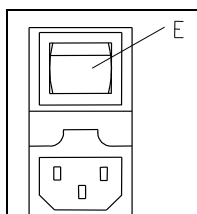

Abb.13
- EIN/AUS - Schalter **E** der DR 100 drücken. **Abb.13**